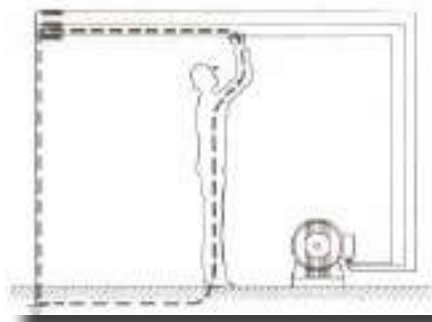

Figura 3 – Contactos directos.
- **Contactos diretos:** produzem-se quando se estabelece contacto com pontos da instalação que estão normalmente em tensão (por exemplo, condutores a descoberto), como se mostra na figura 3;